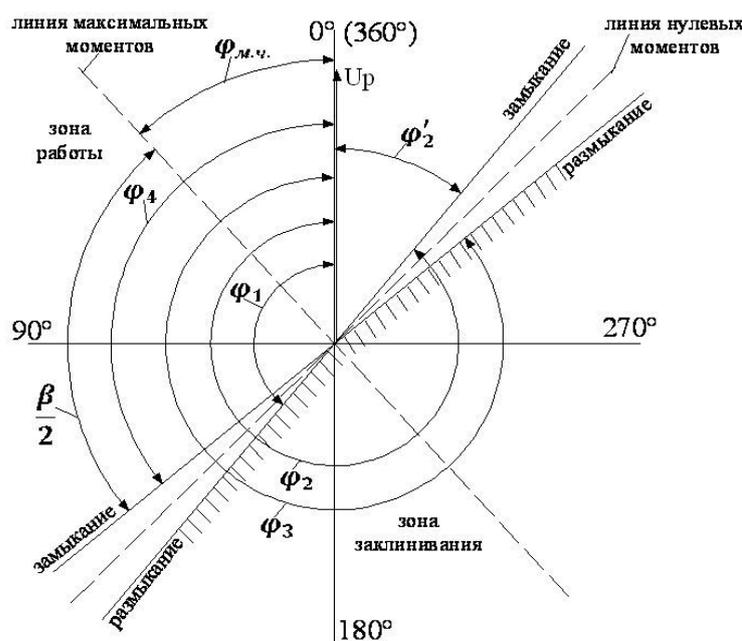

Рис. 3. Угловая характеристика реле мощности
– построим угловую характеристику реле мощности по полученным в ходе опыта данным (рис. 3);